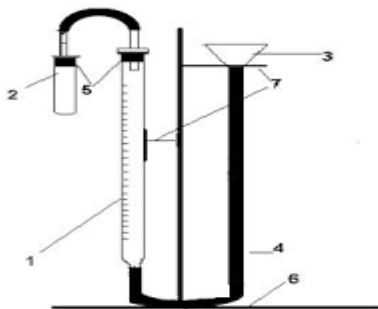

Рисунок 1.1 – Прибор для определения эквивалентной массы металла
Выполнение работы. Прибор для определения эквивалента металла (рис.1.1) состоит из штатива (6), на котором с помощью держателя (7) закреплена бюретка (1), соединенная резиновым шлангом (4) с воронкой большого диаметра. Прибор заполнен водой. К бюретке присоединена пробирка (2).